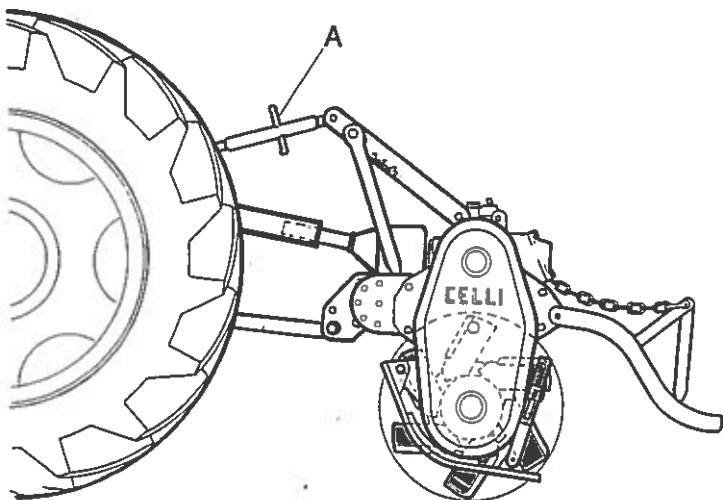

FIG. 1
- PONENDO LA FRESATRICE IN ROTAZIONE, INTERRARLA IN POSIZIONE DI LAVORO E CONTROLLARE NUOVAMENTE LA POSIZIONE DEL TELAIO: SE NECESSARIO, REGOLARE DI NUOVO IL BRACCIO DEL TERZO PUNTO. (FIG. 1 - POS. A)
- DUG THE MACHINE TINES A FEW INCHES INTO THE SOIL AND CHECK FRAME POSITION; IF NECESSARY ADJUST 3 P. ARM AGAIN.(FIG. 1 - POS. A)
- EN PLACANT LA MACHINE EN ROTATION, ET EN POSITION DE TRAVAIL, CONTROLER DE NOUVEAU LA POSITION DU BATI: S'IL EST NECESSAIRE, REGLER ENCORE LE BRAS DU TROISIEME POINT. (FIG. 1 - POS. A)
- DEN ARM DES DRITTEN OBEREN PUNKTES (DREIPUNKT) AN DIE FRAESE MONTIEREN. (POS. A - FIG. 1)
- PONIENDO EL ROTOCULTOR EN ROTACION, ENTERRARLO EN POSICION DE TRABAJO Y CONTROLAR DE NUEVO LA POSICION DEL CHASIS: SI ES NECESARIO, REGULAR NUEVAMENTE EL BRAZO DEL TERCER PUNTO. (FIG. 1 - POS. A)